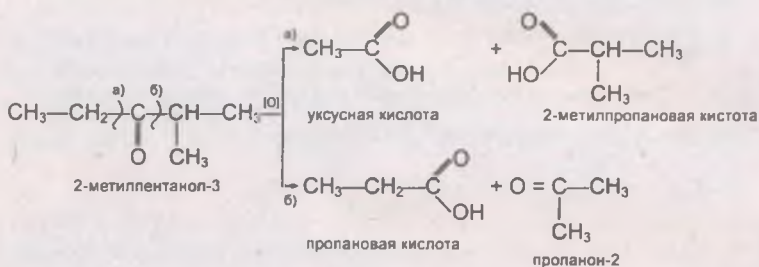

Рис. 214
вступают в реакции с гидроксидом меди (II). Под воздействием сильных окислителей в жесткой среде углеродная цепь кетона разрушается. Процесс разрушения проходит рядом с карбонильной группой. При этом образуется кислота с меньшим количеством атомов углерода (рис. 214).